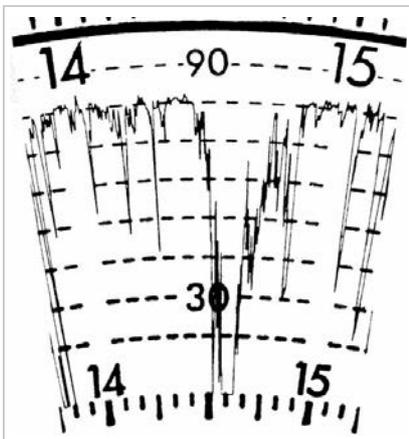

Abb. 46: Autobahn und Schnellstrassen
- Autobahn und Schnellstrassen, Abb. 46: